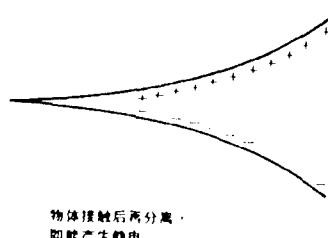

图 2 摩擦生电
① 摩擦生电(图2):由于人体或物体相互接触摩擦从而产生静电。例如冬天脱毛衣,毛衣与合成纤维衬衣相互摩擦会产生5000V以上的静电。在乙烯基地板上漫步可产生12000V的静电。简单地移动身体动作也可产生几百伏的静电。带静电者在装配电路板时,人体上的静电荷便传递给器件或通过器件传向大地。这种放电能量大大超过许多电路中器件的承受能力,因而造成损坏。